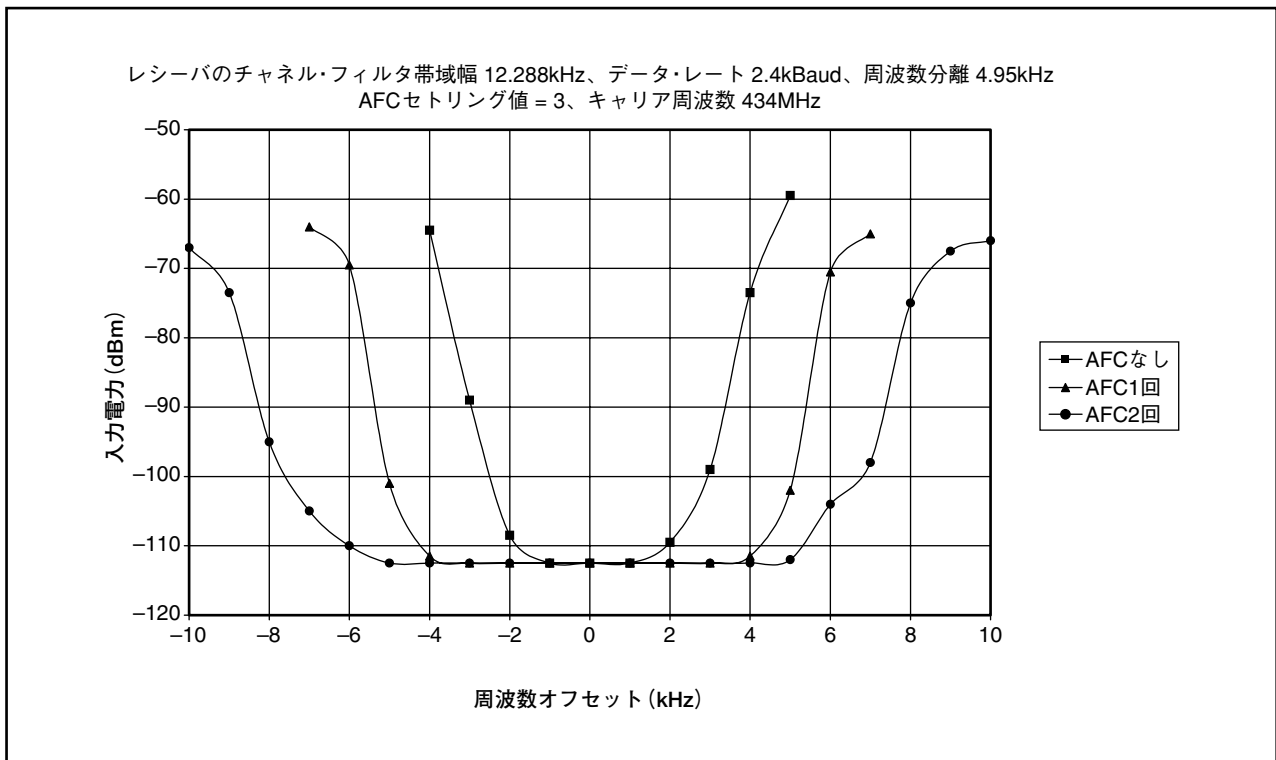
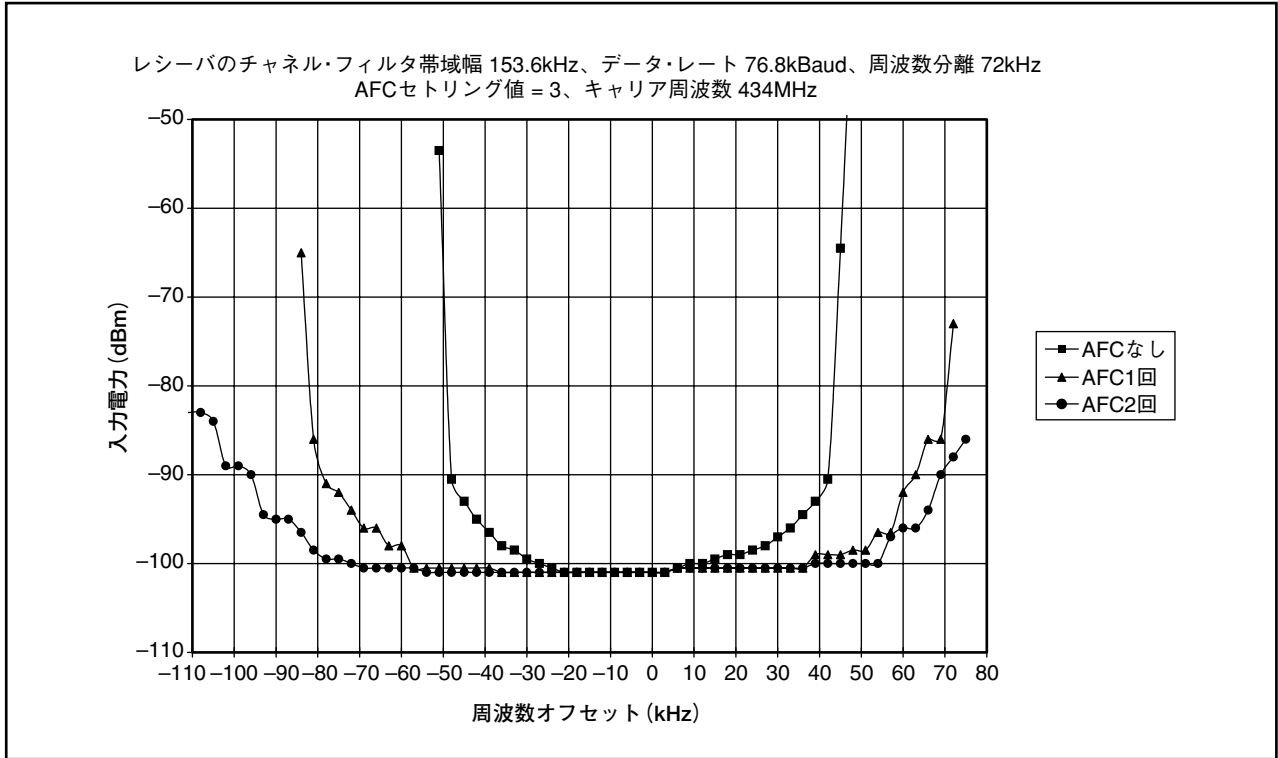
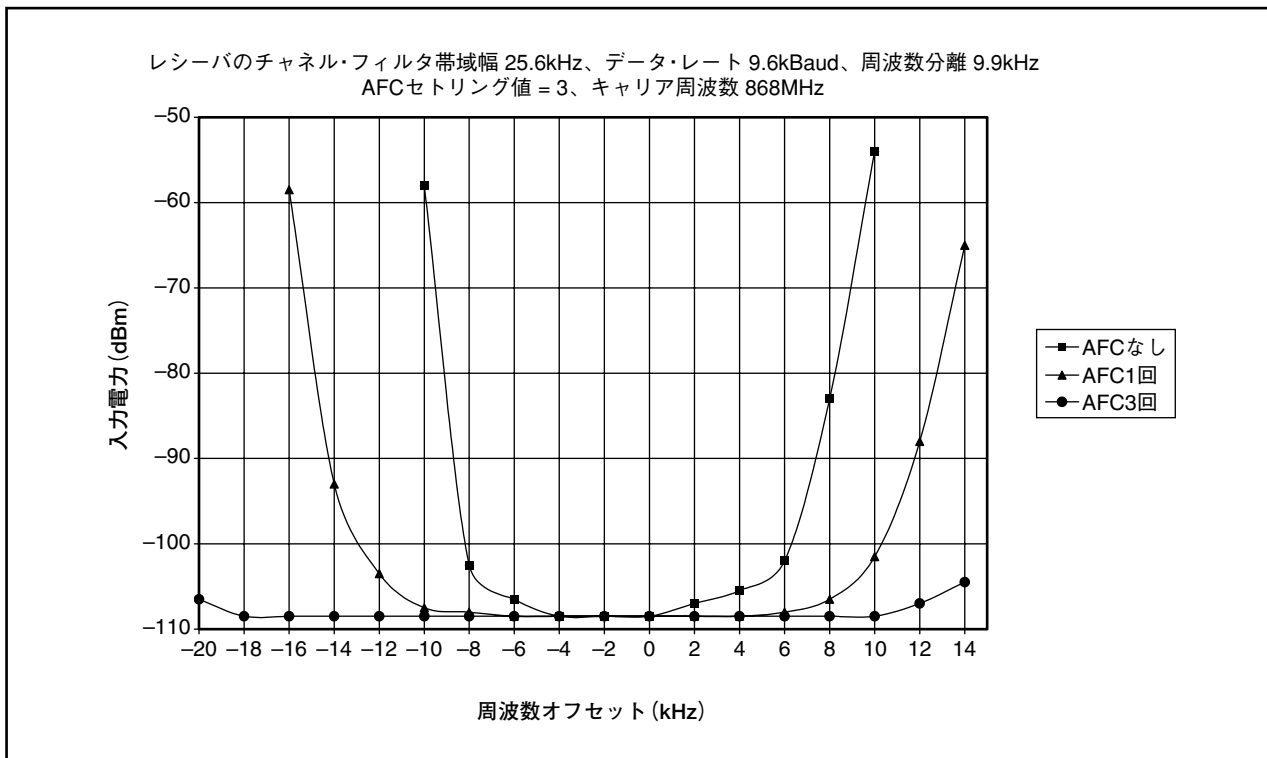
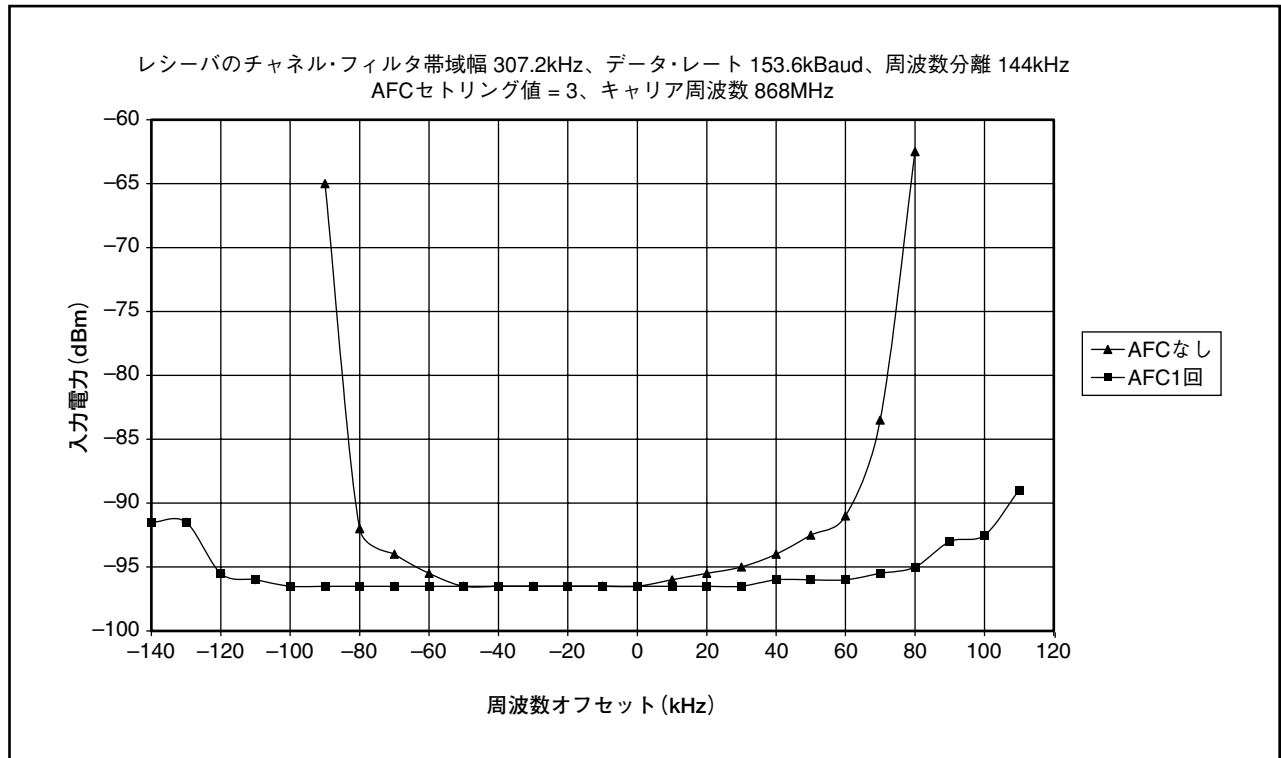

図16. 入力電力 vs. 周波数オフセット (AFCによる補正がない場合のBER =  $10^{-3}$ )
図18. 入力電力 vs. 周波数オフセット (AFCによる補正がない場合のBER = 10-3)
図20. 入力電力 vs. 周波数オフセット (AFCによる補正がない場合のBER =  $10^{-3}$ )
図22. 入力電力 vs. 周波数オフセット (AFCによる補正がない場合のBER =  $10^{-3}$ )
- 感度はAFCでなく、PN9シーケンスを使って測定されます。図16～図22に示すのは、ビット・エラー・レート (BER) が10-3の場合の入力電力レベルです。
- 図16～図22に示す、AFCが実行される場合の入力電力レベルは、周波数オフセットの補償に十分なほどの正確さを持つAFC読み取り値を提供できる最低限の値です。RFの入力レベルはAFCの後も変わりません。周波数オフセットが0kHzの場合の感度は、BER=10-3に相当します。測定にはPN9シーケンスが使用されます。
感度を劣化させずに大きな周波数オフセットを許容できる可能性があります。(図16、図18、図20を参照)
AFCの機能が図16～図22に示すように利用されれば、水晶精度要件が緩和されます。
注意する必要があるのは、図16～図22では、AFCが実行されない場合の入力電力レベルでのBERが $10^{-3}$ となっていることです。AFCが実行される場合の入力電力レベルは、周波数オフセットの補償に十分なほどの正確さを持つAFC読み取り値を提供できる最小限の値です。入力電力レベルが変わらず、AFCの後では周波数オフセットが0kHzに近くなると仮定すると、BERは $10^{-3}$ 以下になります。